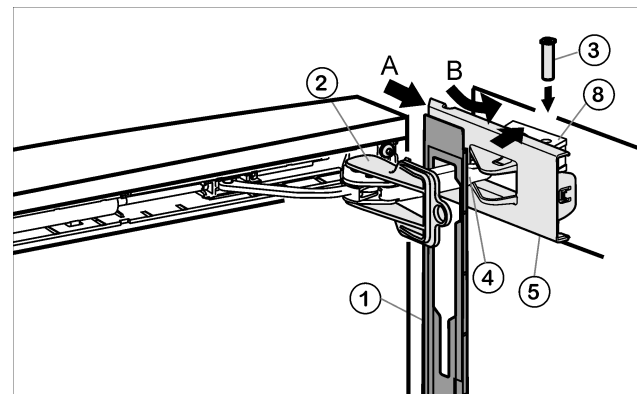

Fig. 24
- ▶ Accrocher le panneau Fig. 24 (1) sur l'étrier de l'amortisseur Fig. 24 (4), de telle sorte à ce que le crochet d'arrêt pointe vers l'intérieur et la face avant de l'appareil.
- ▶ Pousser le cache Fig. 24 (5) depuis l'extérieur (A) et le faire pivoter au-dessus de l'élément pivotant Fig. 24 (8) (B).
- ▶ Poser le cache Fig. 24 (5) et l'encliqueter jusqu'au premier enclenchement.
- ▶ Tirer l'étrier de l'amortisseur Fig. 24 (4) vers l'élément pivotant et enfoncer à nouveau le pivot Fig. 24 (3) à partir du haut, de telle sorte à ce que le carré repose dans l'évidement.
- ▶ Bloquer maintenant le cache *Fig. 24 (5)* complètement sur l'élément pivotant *Fig. 24 (8)*.
- ▶ Retirer le dispositif d'arrêt *Fig. 24 (2)* en le tournant.
- ▶ Faire encliqueter le panneau *Fig. 24 (1)* à la porte.